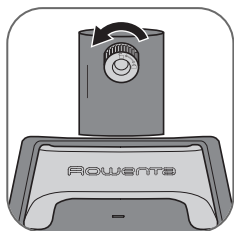

fig. 1
1. Dévissez et retirez la vis de fixation du mât qui se trouve sur la base. **(fig. 1)**